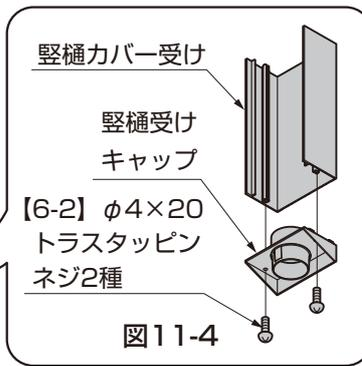

図11-4
- ②アタッチメントパッキンを雨樋アタッチメントに貼付けて樋に【6-1】で取付けてください。
- ③雨樋ジョイナーを雨樋アタッチメントに取付けてください。
- ④縦樋受けキャップを縦樋カバー受けの切欠きのない側に【6-2】で取付けてください。(図11-4参照)
- ⑤縦樋の長さをH24の場合は2199mmに、H29の場合は2654mmに切断してください。
- ⑥縦樋を縦樋受けキャップに差し込んだ状態で、縦樋カバー受けを柱に当ててください。
- ⑦縦樋カバー受けを樋下面に突き当て、縦樋と雨樋ジョイナーを結合させてください。
- ⑧ドリルで柱に $\phi 3.5$ の下穴をあけ、【6-1】で縦樋カバー受けを柱に取付けてください。
- ⑨フレームカバーの切欠きのある側を上にして、縦樋カバー受けにはめ込んでください。